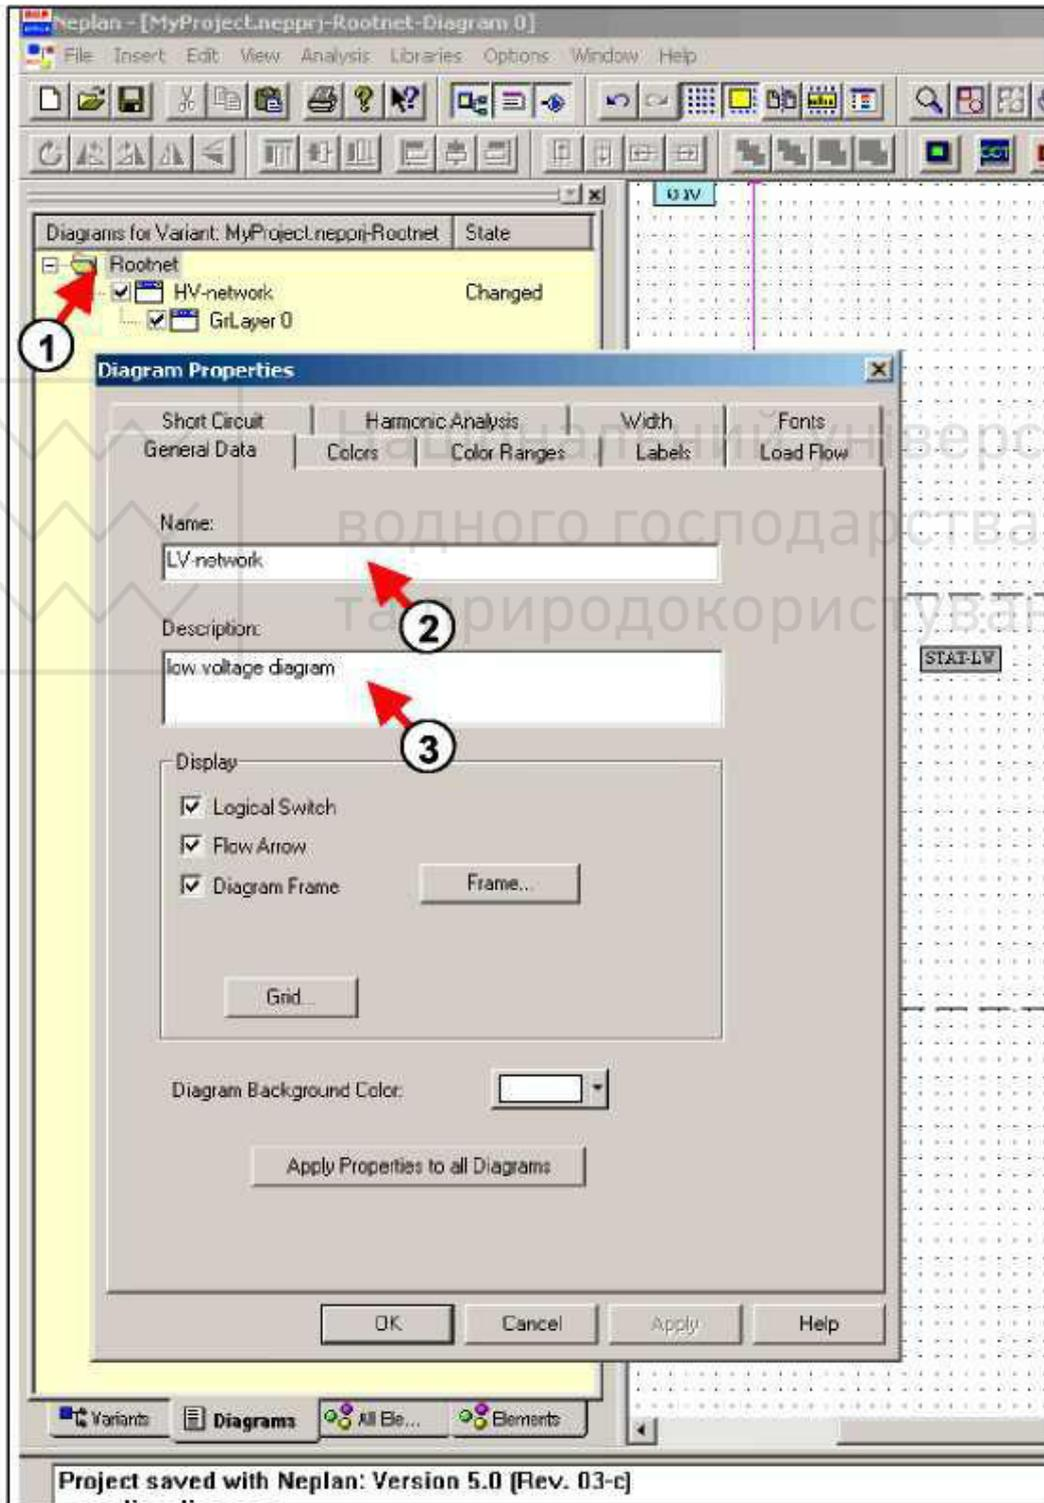

Рисунок 4.14 – Створення нової схеми
**Створення нової схеми.** Низьковольтна мережа підстанції *STAT-LV* повинна бути включена в іншу схему. Для створення нової схеми необхідно здійснити натискання правою клавшею миші по менеджеру схем (*Diagram Manager*) та вибрати «*Insert new Diagram*» (цифра 1, рис. 4.14).
Після цього з'явиться діалогове вікно властивостей схем – *Diagram Properties*. Далі потрібно ввести ім'я нової схеми: *LV-Network* (цифра 2, рис. 4.14) та ввести її опис: *Low voltage diagram* (цифра 3, рис. 4.14). Для завершення створення нової схеми необхідно натиснути кнопку *Ok*.